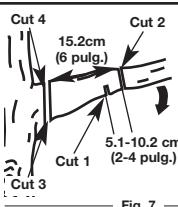

Fig. 7
- Hacer el primer corte a unas 6 pulgadas del tronco por debajo de la rama. Use la parte superior de la barra para hacer este corte. Corte 1/3 de diámetro de la rama (Fig 7).